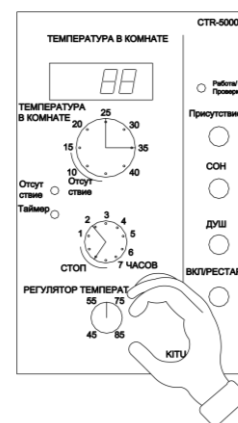

Рис. 7.
**4. Установить «ТЕМПЕРАТУРА ВОДЫ» значение теплоносителя (Рис. 7.)**